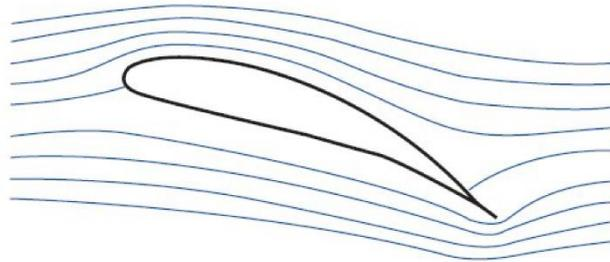

Figure 2 - Lignes de courant autour du profil d'une aile d'avion
- Q2.** Dans la **figure 2** sont représentées les lignes de courant pour un profil donné. En analysant ces lignes de courrant, expliquer pourquoi l'écoulement stationnaire de l'air, supposé parfait, homogène et incompressible, génère une force de portance de l'avion.